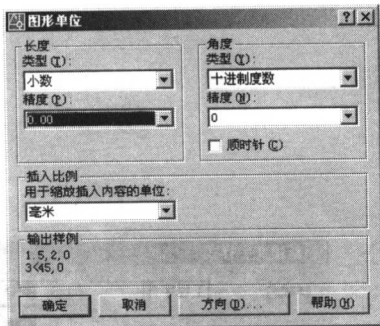

图 1.2 设置后的【图形单位】对话框
(1) 利用上面两种方法中的任意一种,打开【图形单位】对话框。
(2) 在【长度】选项区中,选择【类型】下拉列表中的默认设置“小数”,在【精度】下拉列表中选择“0.00”。
(3) 在【插入比例】选项区的【用于缩放插入内容的单位】下拉列表框中,选择“毫米”选项,在【角度】选项区的【类型】和【精度】下拉列表中,选择默认设置“十进制度数”和“0”选项,设置完成后的对话框如图 1.2 所示。单击【确定】按钮,完成图形单位的设置。